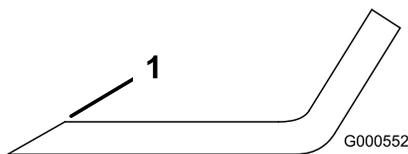

Figura 63
- Utilice una lima para afilar el filo de corte en ambos extremos de la cuchilla (Figura 63).
Nota: Si la cuchilla no está equilibrada, rebaje algo el metal en la parte de la vela solamente (Figura 63).